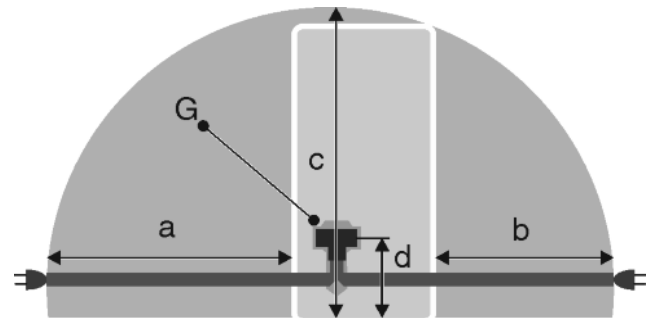

Fig. 21
- A konnektor a készülék hátoldali területén kívül helyezkedik el a megadott tartományban. Fig. 21 (a, b, c)
- ▶ Dugja be a csatlakozót Fig. 21 (G) a készülék hátoldalába. Figyeljen a megfelelő bekattanásra.